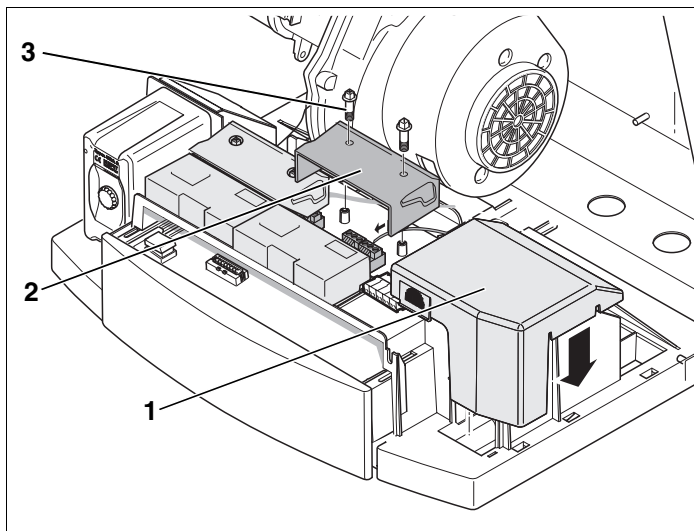

Abb. 4 Klemmenabdeckung schließen
- Deckel des Anschlusskastens (Abb. 4, **Pos. 1**) wieder aufsetzen.
- Klemmenabdeckung des Funktionsmoduls (Abb. 4, **Pos. 2**) wieder aufsetzen.
- Kreuzschlitzschrauben (Abb. 4, **Pos. 3**) entweder mit einem Kreuzschlitz-Schraubendreher oder mit einem Entlüftungsschlüssel anziehen.